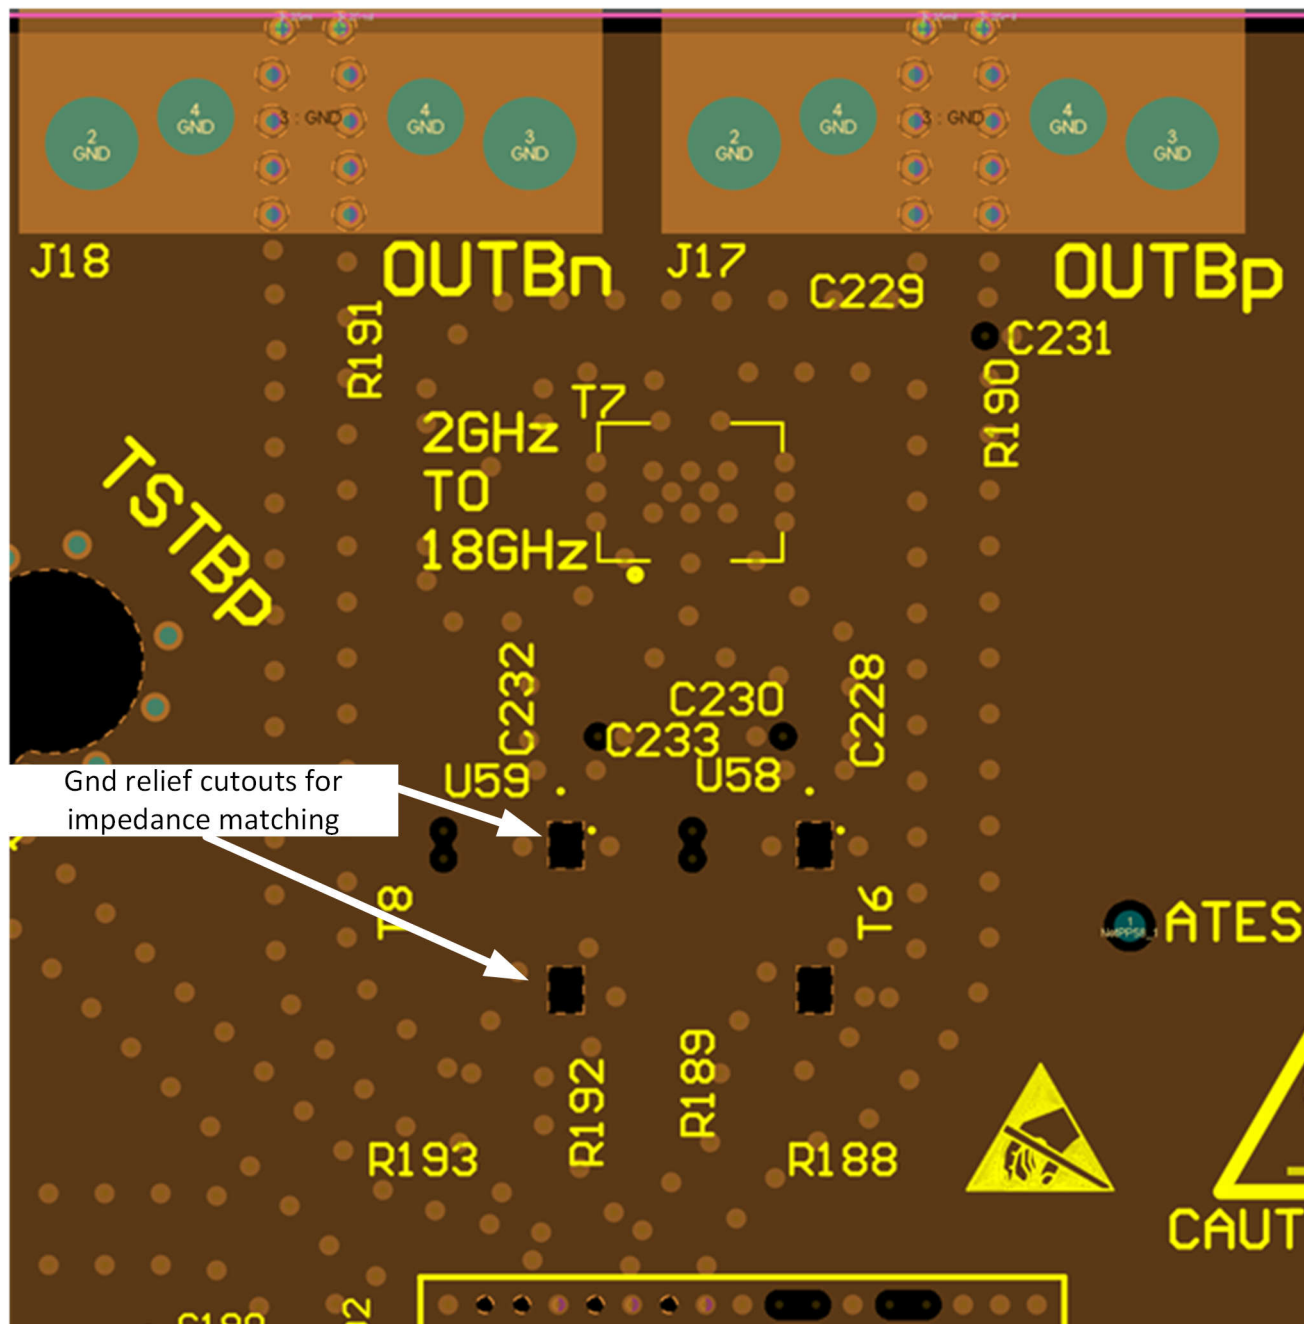

図 9-11. バランピンの下でのグランドの切り欠き
5. コンポーネントのランディングパッド、すなわち SMA コネクタ、バランなどで必要とされるグランドプレーンの切り欠きをすべて組み込むと、これらの場所でのインピーダンスの不連続性を回避することができます。1 つまたは複数のグランドプレーンのランディングパッドの下での切り欠きにより、必要とされる 50Ω のシングルエンドのインピーダンスを達成するパッドのサイズやスタックアップの高さが実現します。図 9-11 と例を参照してください。